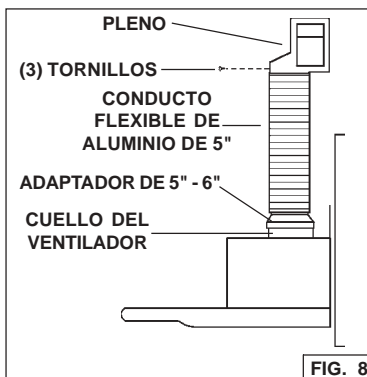

FIG. 8
2. Deje a un lado el cuello de descarga y el regulador de tiro suministrados con la campana. Instale el adaptador de 5" a 6" suministrado con el juego de recirculación sin conducto. Fig. 8
3. Conecte el conducto de aluminio flexible al adaptador de 5". Selle todas las juntas con cinta del conducto. Fig. 8
4. Monte el pleno de recirculación al conducto flexible. Fig. 8
5. Taladre tres (3) agujeros de 1/16" de diámetro espaciados regularmente en el conducto y en el conector de conducto del pleno de recirculación. Fig. 8
6. Asegure el conducto en el conector del pleno con (3) tornillos de metal chapado. Selle todas las juntas con la cinta del conducto. Fig. 8